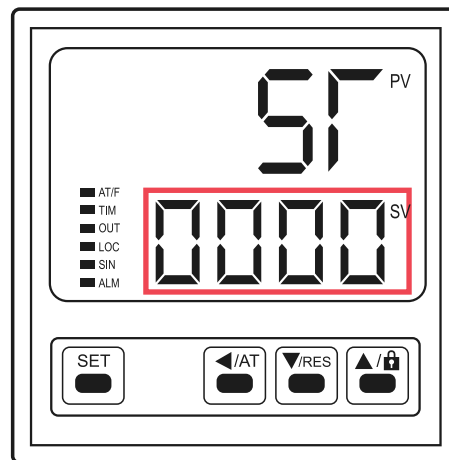

Figura 8. Desactivar temporizador
1. Para una operación continua (sin temporizador) presione 2 veces el botón **“SET”** y utilice los botones: de desplazamiento (◀), de disminución (▼) y de aumento (▲) para definir el tiempo en “0” (Figura 8).